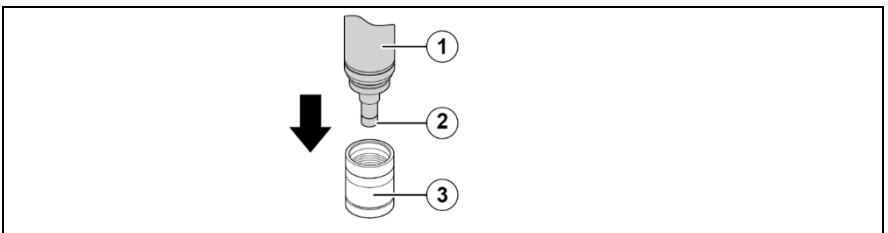

Abb. 7: Sensorkörper auf die Membrankappe setzen
- ▶ Beim Aufschrauben der Membrankappe sicherstellen, dass das Ventil nicht zgedrückt wird (siehe Abb.7, Seite 18).